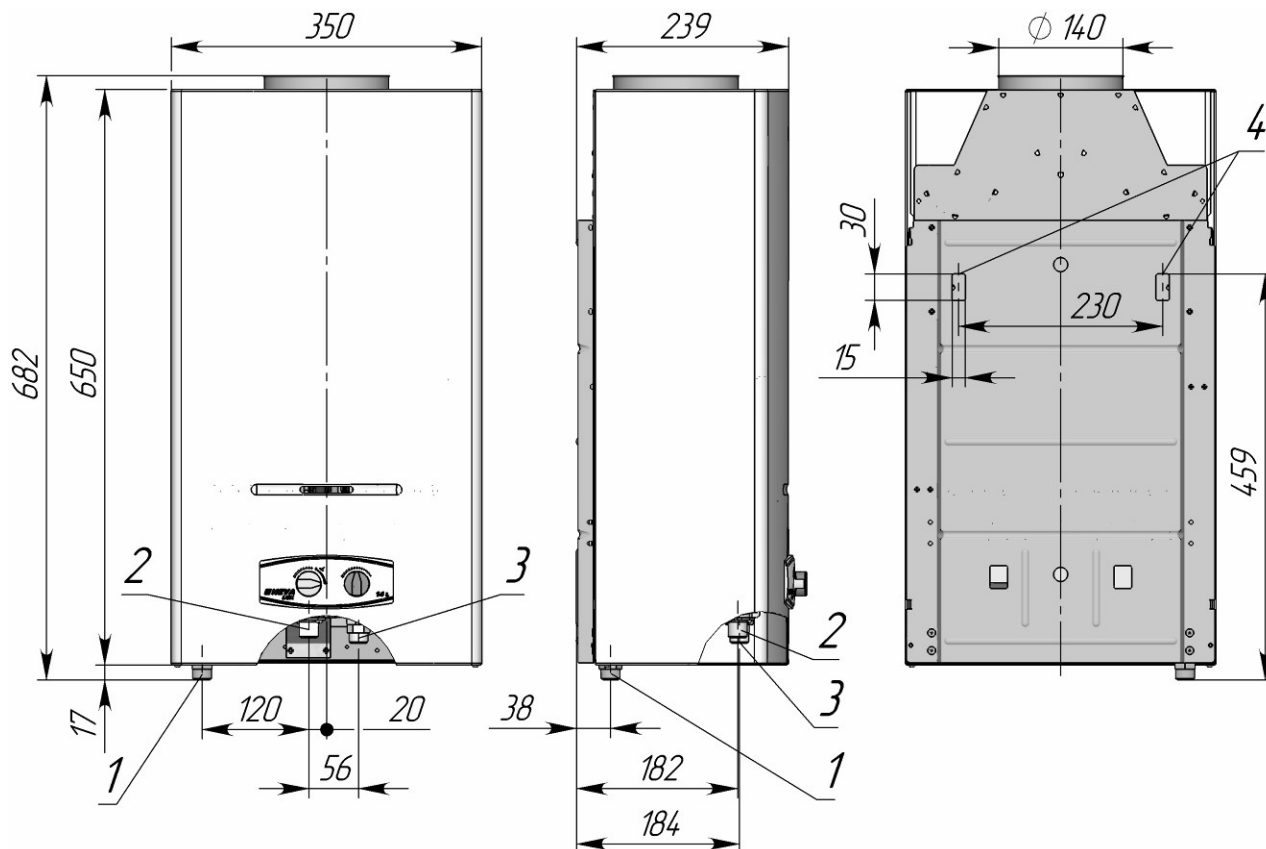

**Рисунок 5. Схема установки аппарата**
2.5.1 Для увеличения срока службы аппарата и улучшения его эксплуатационных характеристик рекомендуется устанавливать перед аппаратом фильтр очистки воды (рис. 5).